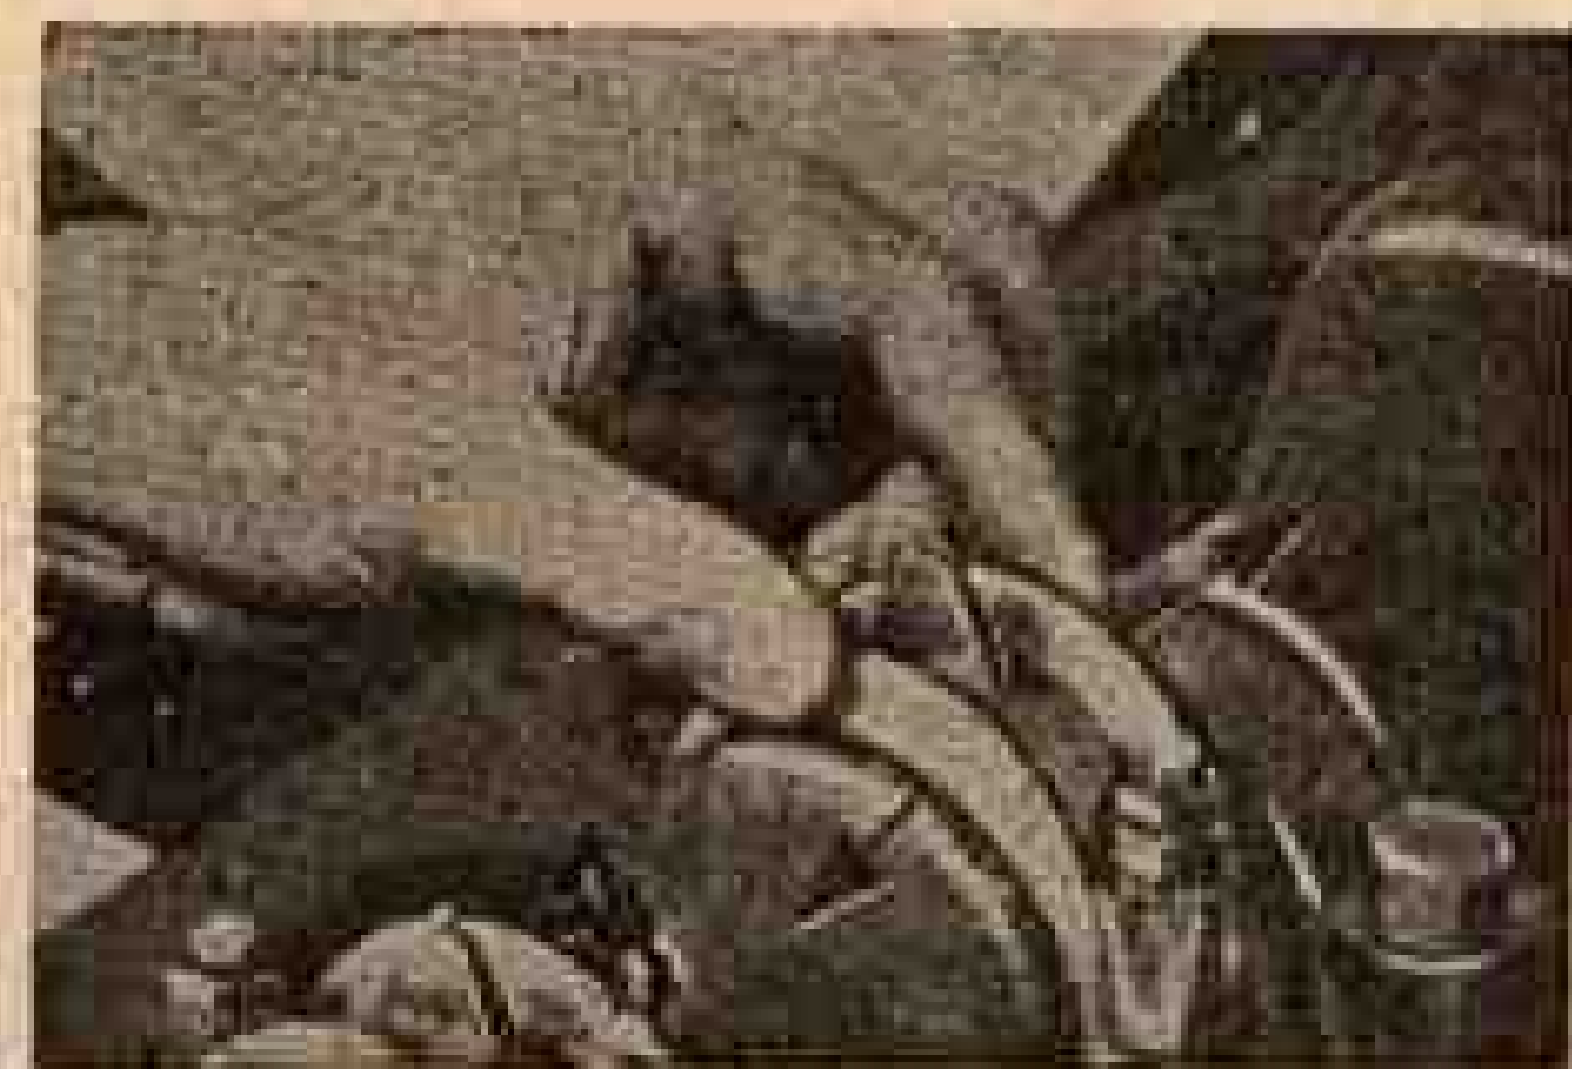

Fig. 352 — Examinando a folga no malcal de biela de tipo ajustável.
d) Ajustamento dos mancais ligados diretamente à haste da biela — No caso de os mancais serem do tipo ligado diretamente à haste da biela, o ajustamento se faz por meio de calços colocados entre a capa e a haste, nos parafusos da haste. Aplicam-se vários calços de cada lado do mancal e vão-se retirando aos pares (um de cada lado). Continua-se assim até que a haste da biela não possa mais ser movimentada para a esquerda do munhão do eixo de manivelas. Torna-se a colocar então um calço de cada lado. Se o mancal estiver bem adaptado, será possível fazer oscilar a haste para lá e para cá no munhão do eixo de manivelas, com uma das mãos (fig. 352).